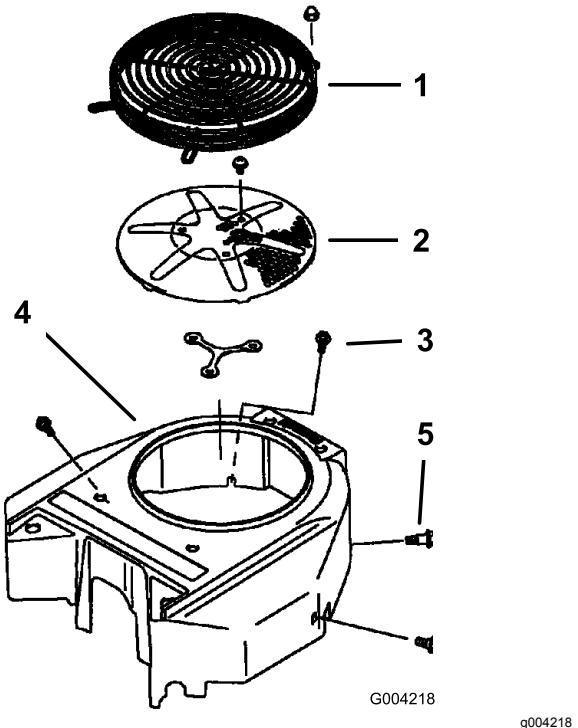

Figura 70
3. Retire la rejilla de entrada de aire, el arrancador de retroceso y la carcasa del ventilador (Figura 70).
5. Instale la rejilla de entrada de aire, el arrancador de retroceso y la carcasa del ventilador (Figura 70).